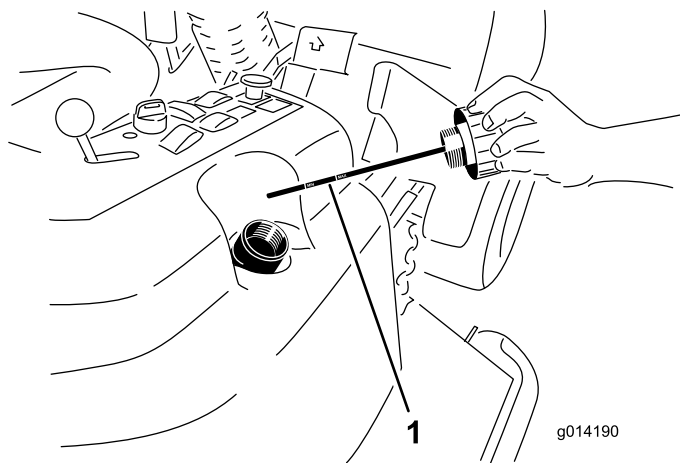

Figura 53
2. Togliete il tappo di riempimento del fluido idraulico dal collo del bocchettone (Figura 53).
3. Togliete l'asta di livello ed asciugatela con un panno pulito (Figura 53).
4. Avvitare a fondo l'asta di livello nel bocchettone di riempimento, quindi estraetela e controllate il livello del fluido (Figura 53).